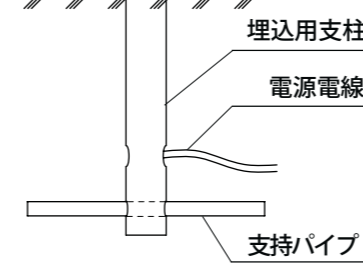

図2
- 2 埋込用支柱に通されている電源電線とベースから延びるコードを結線してください。アース線を結線してください。(図2参照)
- 3 埋込用支柱にベースを合わせ、ベース取付ネジ(3本)を付属の六角レンチ(5mm)でしめつけて確実に固定してください。(図2参照)